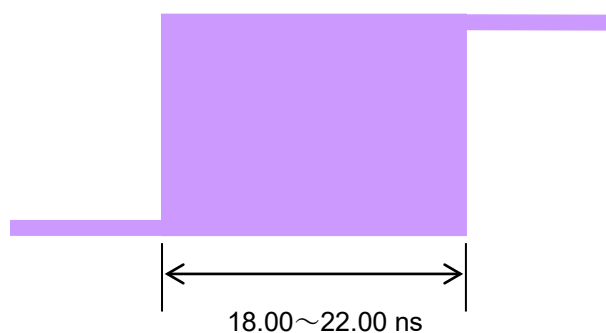

図6.3.5-2 サンプリングオシロスコープで測定された波形例
4. 波形に立ち上がりまたは立ち下がりを見出し、サンプリングオシロスコープの Center に合わせ、スパンを 5 ns/Div にします。10 s 重ね描き測定された波形の位相偏移量が図6.3.5-2に示す範囲に収まっていることを確認してください。